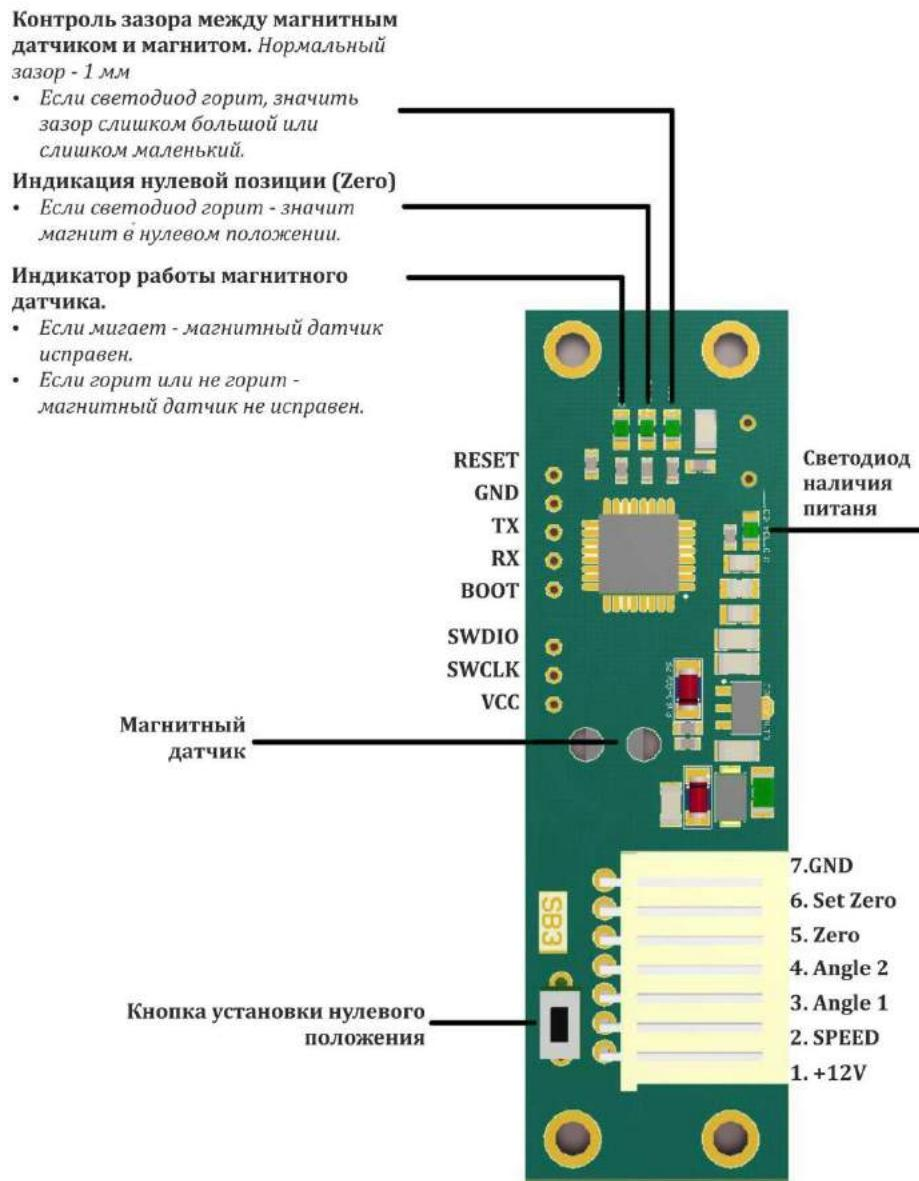

Рис. 20 – Плата магнитного датчика PCB 730.01
- 3) Установить створку в нужное нулевое положение (*Рис.19* и *Рис.20*);